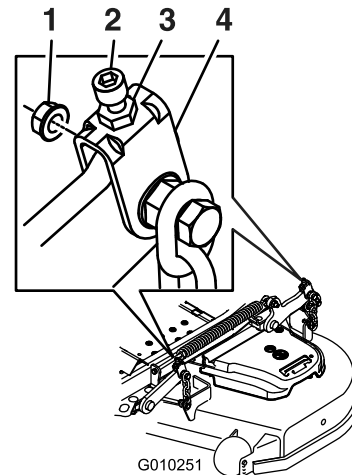

Figura 86
- Gire el tornillo de ajuste hasta obtener una altura de 8.3 cm (3-1/4 pulgadas) (Figura 86).